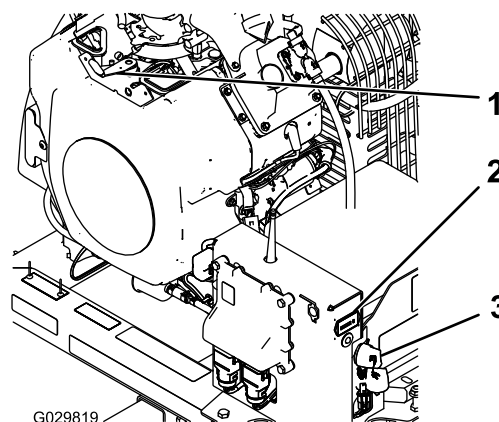

Figura 12
3. Girate la chiave di accensione in posizione di AVVIAMENTO (Figura 12).
- Se lasciate la macchina, girate la chiave in posizione di SPEGNIMENTO e toglitela dal motore (Figura 12).